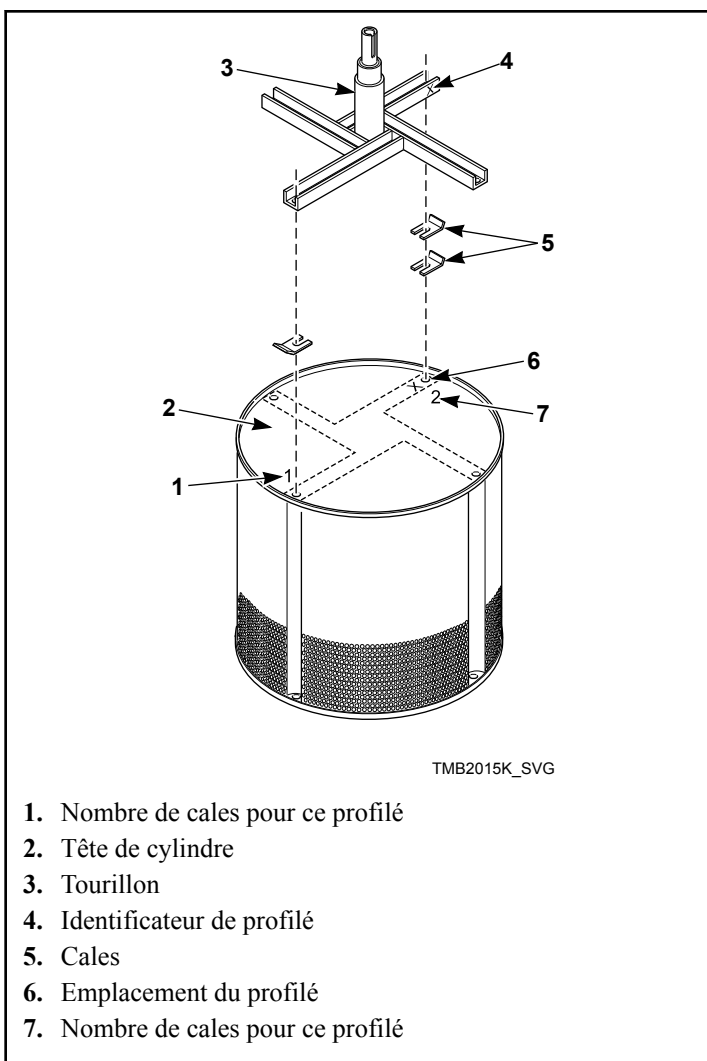

Figure 9
6. Pour garantir que le cylindre est correctement équilibré lors de son réassemblage, marquer l'emplacement d'origine de chaque profilé sur la tête du cylindre et le nombre de cales pour chaque profilé avant leur dépose. Se reporter à la *Figure 9*.